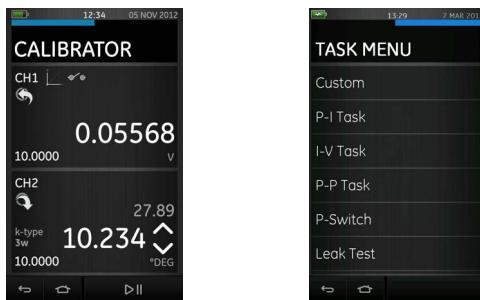

Rysunek 3: Pulpit nawigacyjny — ekran dotykowy
7. Urządzenie Druck DPI 620 Genii, tryby (patrz rys. 3, pulpit nawigacyjny)
7. Druck DPI 620 Genii, Modos (Ref.: Fig. 3, Painel)